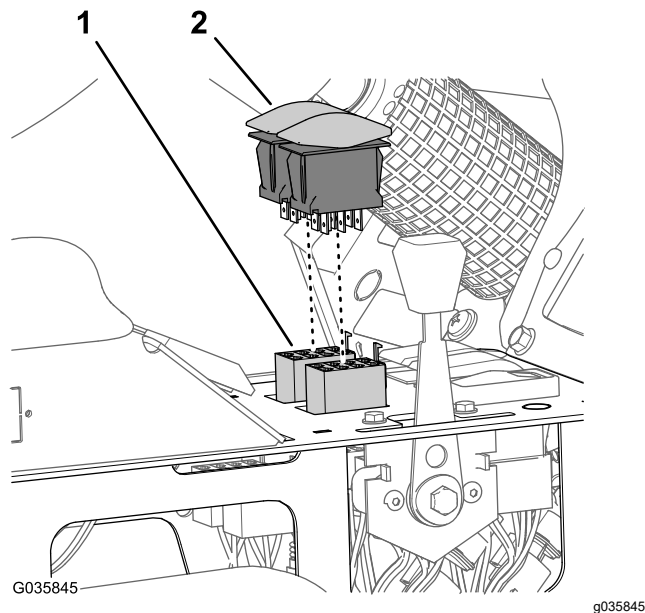

Figura 39
2. Retire os interruptores osciladores dos controlos de elevação da rampa esquerda e direita do painel da consola central (Figura 39).
elevação da rampa para os circuitos de controlo de elevação da rampa esquerda e direita (Figura 39).
4. Ligue os interruptores osciladores nos conectores de 8 tomadas da cablagem para o kit de acabamento Ultra Sonic Boom (Figura 39).
5. Insira os interruptores de elevação da rampa nas aberturas no painel da consola central até os interruptores ficarem bem presos (Figura 39).